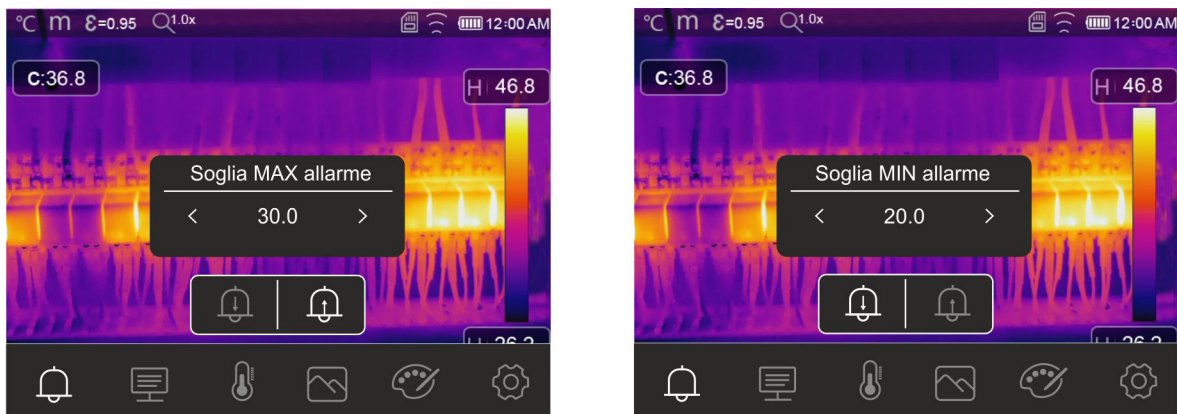

Fig. 41: Impostazione soglie limite su allarmi
3. Toccare l'icona "🔔" per definire il valore di soglia **superiore** associato all'allarme. La videata di Fig. 41 – parte sinistra è mostrata a display
5. Toccare l'icona "🔔" per definire il valore di soglia **inferiore** associato all'allarme. La videata di Fig. 41 – parte destra è mostrata a display